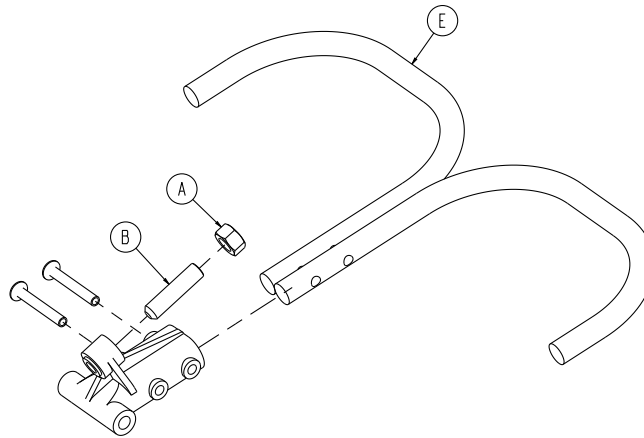

Figure 19 – Desserrer l'écrou hexagonal
13. À l'aide d'une clé mixte de 1/2 po, desserrer l'écrou hexagonal (A) sur le pivot de la poignée de déblocage du relève-buste à l'aide d'une clé à 6 pans de 5/32 po afin de maintenir la vis de blocage (B) fixée dans le pivot (Figure 19).
14. À l'aide d'une clé à 6 pans de 5/32 po, tourner la vis de blocage jusqu'à ce qu'il n'y ait plus de jeu entre la poignée de déblocage du relève-buste (E) et le bouton de déblocage du vérin pneumatique (Figure 19).
17. À l'aide d'une clé mixte de 1/2 po, serrer l'écrou hexagonal (A) tout en maintenant la vis de blocage (B) fixée dans le pivot (Figure 19).